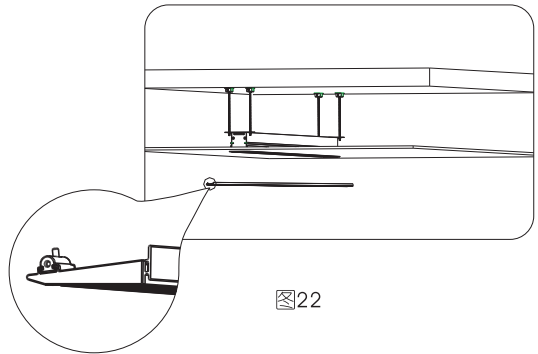

图22
- 1) 安装前确保其锁扣件是在解锁状态的! 如图22、24所示；